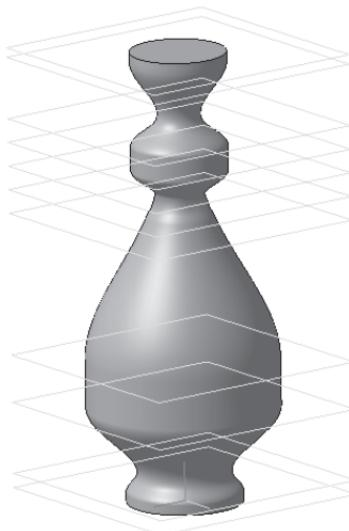

Рис. 262
- уточните форму модели. На строке Меню выберите Сервис – Параметры, после щелчка ЛКМ раскроется диалоговое окно, укажите Текущая деталь – Точность отрисовки и МЦХ. «Бегунок», удерживая ЛКМ, переведите в положение Точно – ОК (рис. 262).